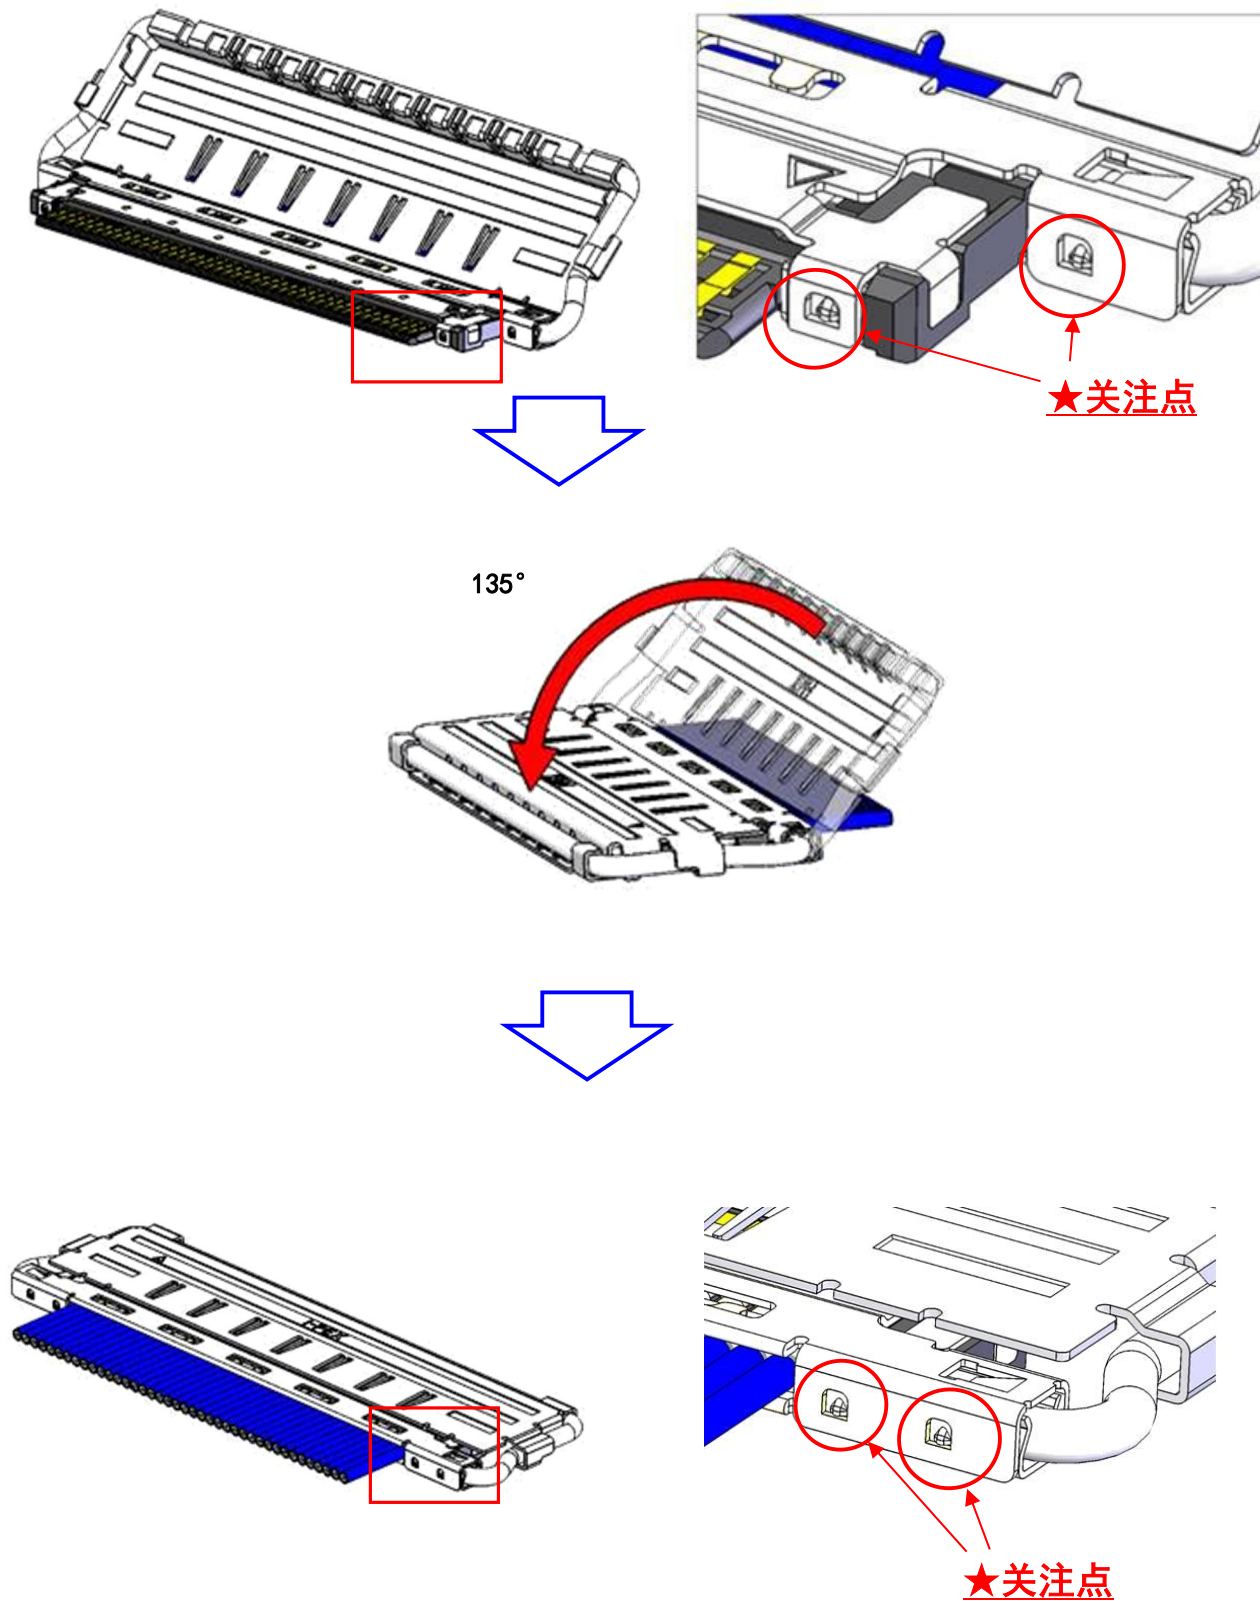

图 9 外壳 A 组装确认
③推荐将 Shell A、B 和 Ground bar 用电烙铁全部焊接。（图 9, 10◆部）